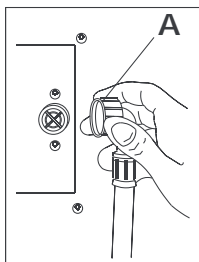

fig. 6
• Conectar al empalme de 3/4" del horno el tubo de alimentación del agua atornillando la unión del tubo (A - Fig. 6)